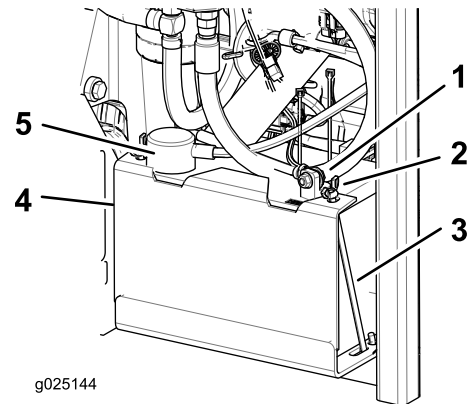

Figura 39
3. Desconecte el cable negativo (negro) de la batería del borne negativo (-) (negro) de la batería (Figura 39).
4. Retire la cubierta de goma roja del borne positivo (rojo) de la batería y retire el cable positivo (+) (rojo) (Figura 39).
5. Retire las tuercas de orejeta que sujetan los ganchos (Figura 39).
6. Retire la abrazadera (Figura 39).
1. Coloque la batería en la bandeja, con los bornes frente al depósito de aceite hidráulico (Figura 39).
4. Fije los cables con 2 pernos, 2 arandelas, y 2 contratueras (Figura 39).
6. Instale la abrazadera y sujétela con las tuercas de orejeta y los ganchos (Figura 39).